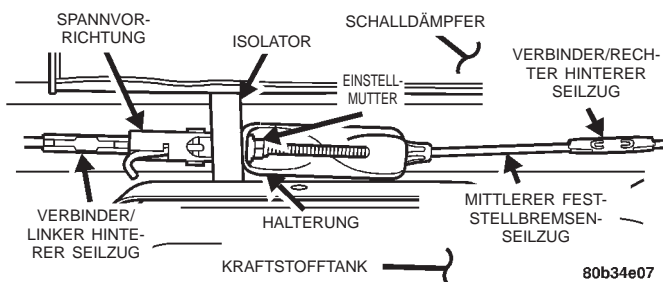
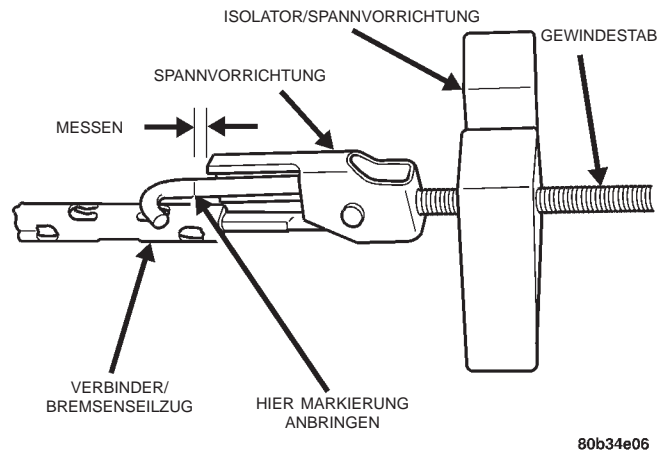

Abb. 72 Spannvorrichtung
Abb. 73 Einstellmarkierung am Gewindestab—Spannvorrichtung
(2) Die Einstellmutter der Spannvorrichtung der Feststellbremse (Abb. 72) lösen und die Spannvorrichtung von der Halterung der Ausgleichsvorrichtung am mittleren Seilzug abnehmen.
(3) Den Verbinder abnehmen und die Spannvorrichtung vom linken hinteren Feststellbremsen-Seilzug lösen (Abb. 72).
(4) Die Spannvorrichtung der Feststellbremse zusammen mit dem Isolator aus dem Fahrzeug herausnehmen.
(1) An der Stange der Spannvorrichtung in einem Abstand von 6,35 mm (1/4 Zoll) von der Kante der Halterung—Spannvorrichtung eine Markierung anbringen (Abb. 73).
(2) Die Spannvorrichtung der Feststellbremse zusammen mit dem Isolator in das Fahrzeug einbauen, wobei das mit einem Gewinde versehene Ende in Richtung der rechten Fahrzeugseite zeigen muss (Abb. 72).
(3) Den linken hinteren Feststellbremsen-Seilzug am Verbinder an der Spannvorrichtung befestigen (Abb. 72).
(4) Das mit einem Gewinde versehene Ende der Spannvorrichtung an der Halterung der Ausgleichsvorrichtung befestigen (Abb. 72) und eine neue Einstellmutter ansetzen aber noch nicht festziehen.
(5) Sicherstellen, dass die hinteren Feststellbremsen-Bremsbacken richtig eingestellt sind.
(6) Fahrzeug weit genug absenken, um Zugang zum Feststell-Bremsenpedal zu erhalten. Feststellbremse ganz anziehen.
(7) Fahrzeug wieder anheben.
(8) Einstellmutter an der Ausgleichsvorrichtung anziehen (Abb. 72), bis die Markierung am Gewindestab der Spannvorrichtung (Abb. 73) exakt auf die Kante der Halterung der Spannvorrichtung ausgerichtet ist.